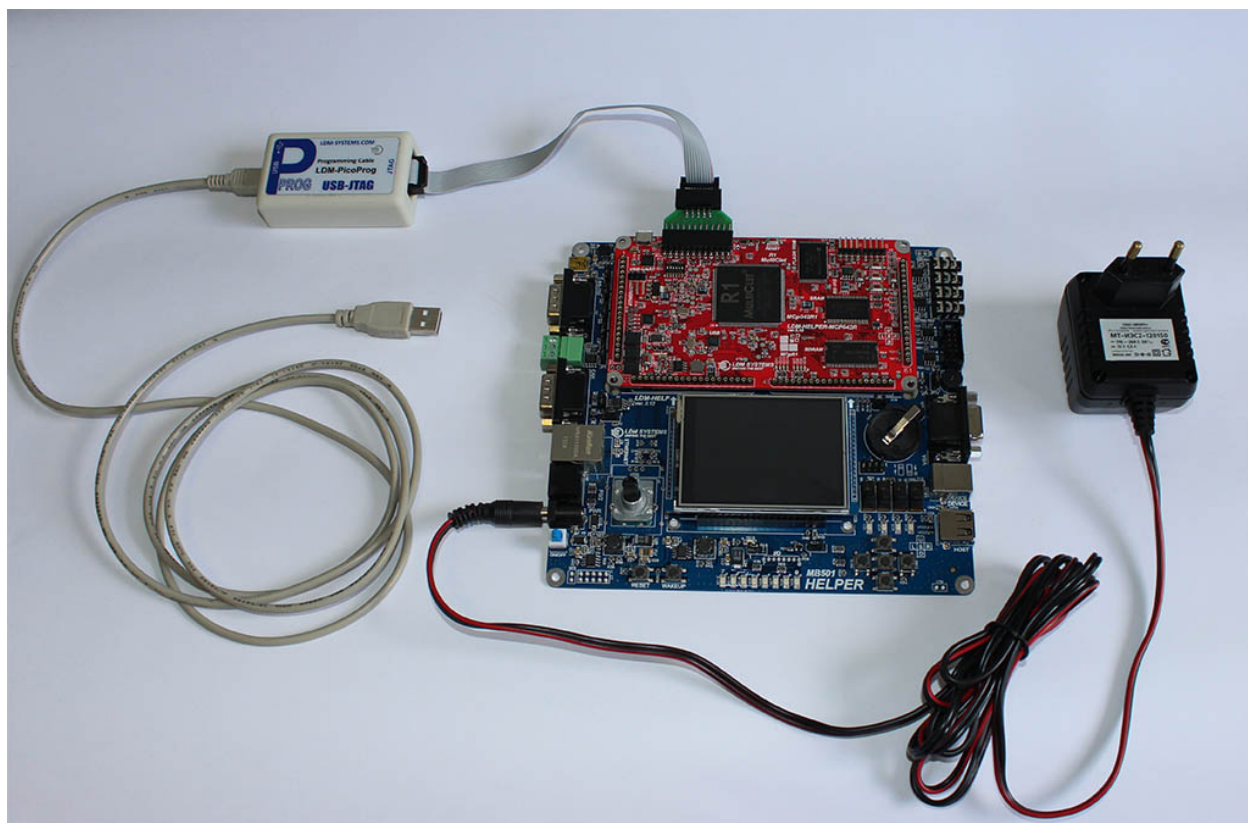

Рис. 6. Подключение программатора
4) Подключите источник питания в сеть переменного тока 220В, а программатор подключите в свободный слот USB персонального компьютера. Схема подключения будет выглядеть подобно рис. 6.